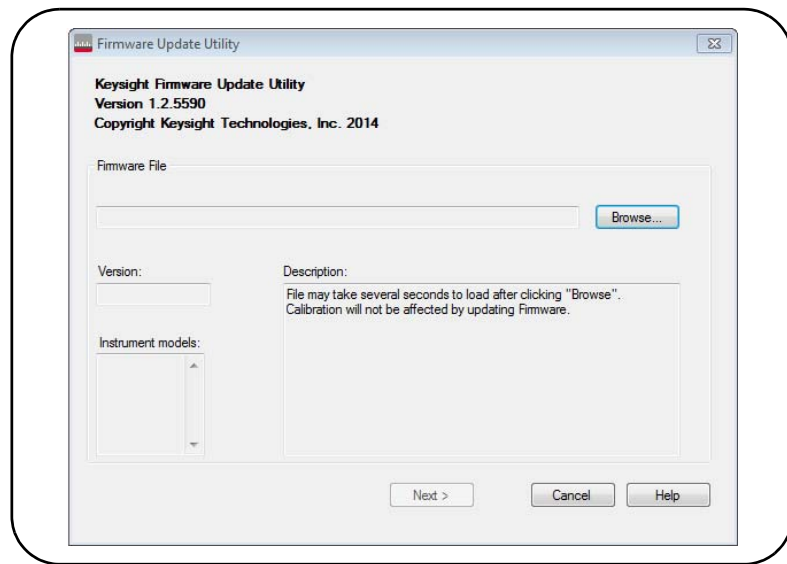

Figure 2-9 Sélection du chemin d'accès au fichier de mise à jour
- 2 Cliquez sur Next et à l'aide du bouton Browse, indiquez le chemin d'accès au fichier du microprogramme (Figure 2-9). Une fois le chemin spécifié, le numéro de modèle de l'appareil est visible dans la fenêtre Applicable Models, ainsi que le numéro de révision et la description de l'appareil. Sélectionnez Next.